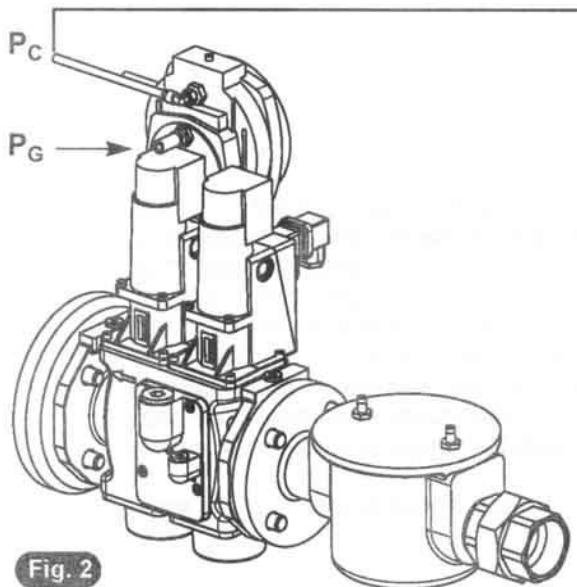
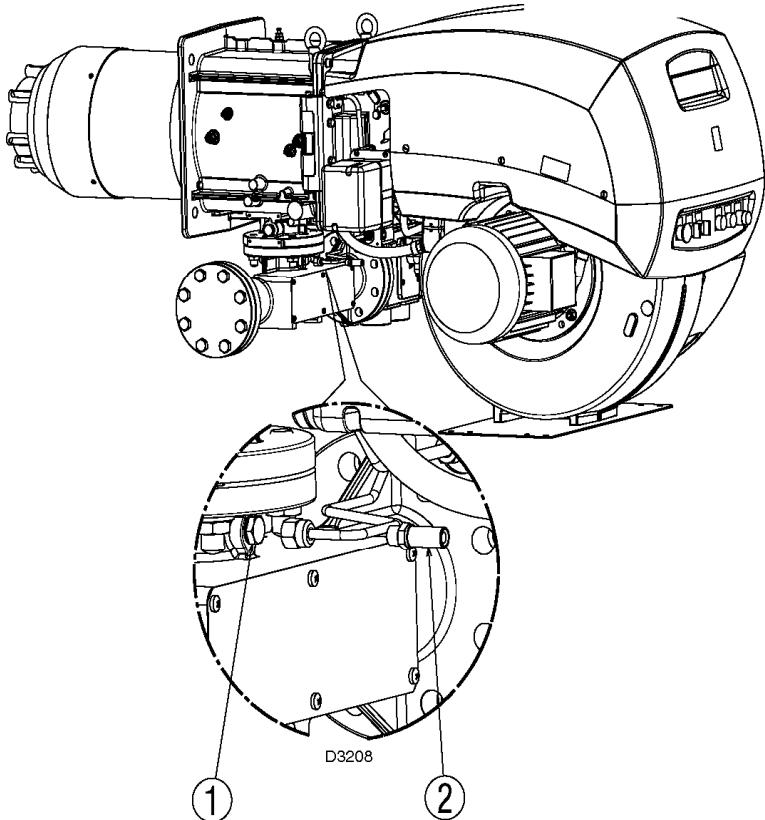

Fig. 2
Рис. 6
- 4 Снимите с трубы газа **A** заглушку и навинтите штуцер **2**, который входит в комплект поставки газовой рампы (рисунок 6).
- 6 Присоедините трубку газа **E** к штуцеру **2** (рисунок 6), а другой конец трубки присоедините к штуцеру **P_G** дополнительного механизма (смотри рисунок 2 и 4).